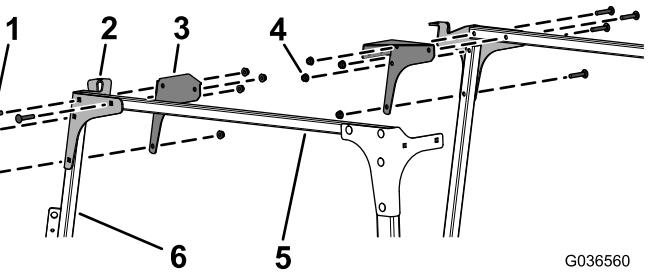

图9
6. 如图9 所示, 用 8 个托架螺栓 (5/16 x 1 1/4 英寸) 和 8 个凸缘螺母 (5/16 英寸) 将左、右前安装板和角撑板松松地安装到交联管和左、右风挡支撑上。